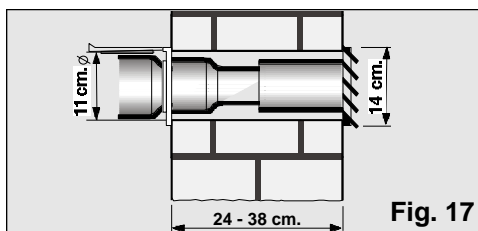

Fig. 17
- Pour expulser l'air chaud à travers le mur, il faut pratiquer un orifice dans celui-ci afin de placer la traversée, **Fig. 17.**